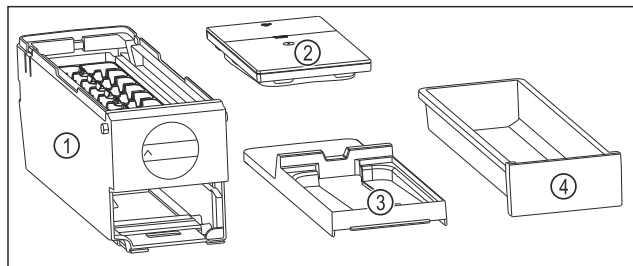

Fig. 173 EasyTwist-Ice sastāvdaļas
- EasyTwist-Ice ir izjaukts četrās daļās. (skat. Fig. 173)
- Izjauciet EasyTwist-Ice tikai attēlotajās sastāvdaļās. (skat. Fig. 173)
- Tīriet EasyTwist-Ice korpusu Fig. 173 (1) kā vienu veselu.